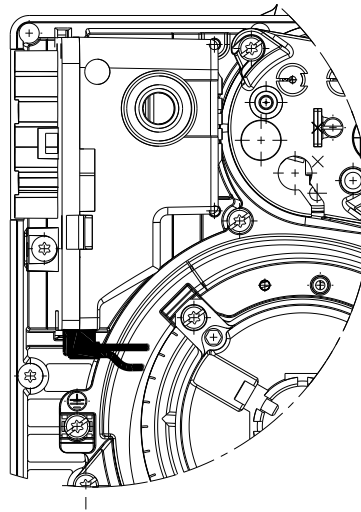

Fig. 23
- Verificare il corretto inserimento dei connettori dei collegamenti seguendo la simbologia riportata sul fondo del controllo fiamma: assicurarsi che i connettori siano completamente inseriti spingendoli fino in fondo, ognuno nella propria posizione di appartenenza. Tutti i connettori devono risultare con i cavi di collegamento rivolti verso l'interno del bruciatore (Vedi Fig. 23).